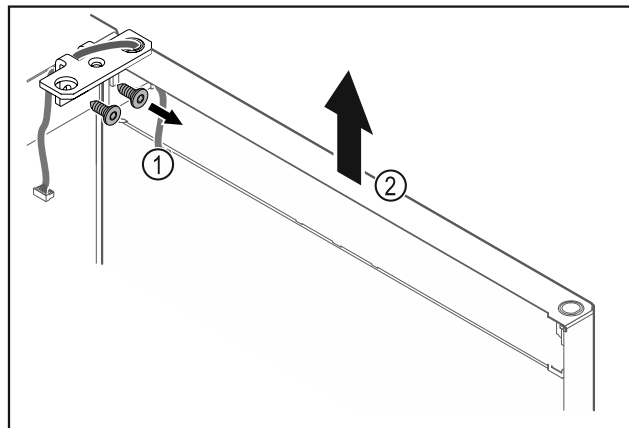

Fig. 21
- ▶ Odšroubujte úhelník závěsu Fig. 21 (1).
- ▶ Zvedněte dvířka včetně úhelníku závěsu Fig. 21 (2) přibližně 200 mm rovně směrem nahoru a vyjměte je.